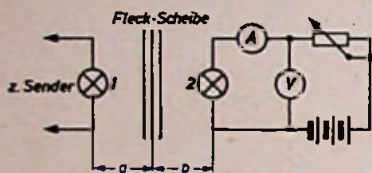

Abb. 5. Fettfleck-Fotometer
die andere Lampe ihre Leistung von einer Batterie oder einem getrennten Netzteil erhält. Wie man aus der Schaltung Abb. 5 ersieht, kann die zweite Glühlampe in ihrer Lichtstärke geregelt werden. Die dabei jeweils zugeführte Leistung ist mit Hilfe der eingeschalteten Instrumente nach (3) zu ermitteln.
möglich ausgeführt werden müssen. Der Abstand beider Lampen soll erfahrungsgemäß etwa 80 cm sein; der Fettfleck, den man mit einem Tropfen Maschinenöl leicht auf das möglichst dünne Transparentpapier aufbringt, kann etwa 3 cm Durchmesser haben. Bei häufigeren Messungen erwies es sich als vorteilhaft, den Rahmen für das Transparentpapier verschieben zu können, um auch durch Wechseln der Entfernung von der einen oder anderen Lampe zu deutlicheren Ergebnissen zu kommen. Deshalb wird auf das Grundbrett ein Maßstab aufgebracht. Befindet sich der Rahmen nicht in der Mitte, so geht der Abstand des Fettfleckes von beiden Lampen (Abb. 5) quadratisch in das Meßergebnis ein.